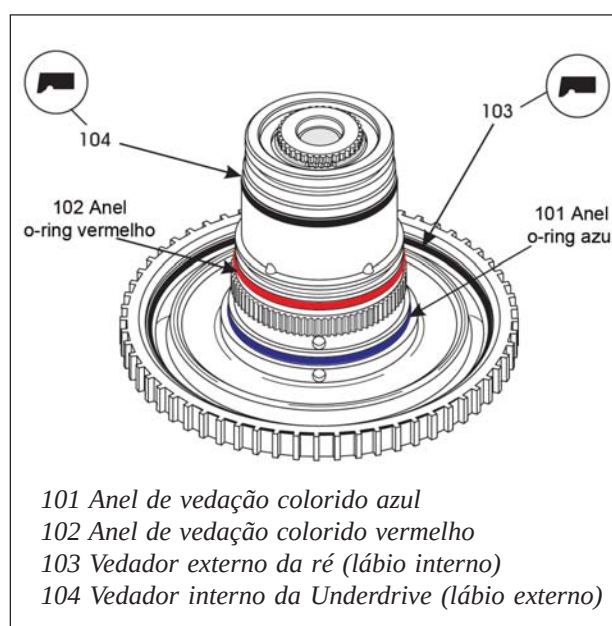

Figura 177
7. Instale um novo vedador de lábio externo (104) no cubo da embreagem de entrada na posição mostrada na figura 177, com seu lábio voltado para baixo e lubrifique-o com uma pequena quantidade de fluido ATF ou vaselina neutra.
8. Os anéis o-rings no cubo da embreagem de entrada são codificados por cor. Instale os anéis azul e vermelho nas posições mostradas na figura 177, e lubrifique-os com uma pequena quantidade de fluido ATF ou vaselina neutra.